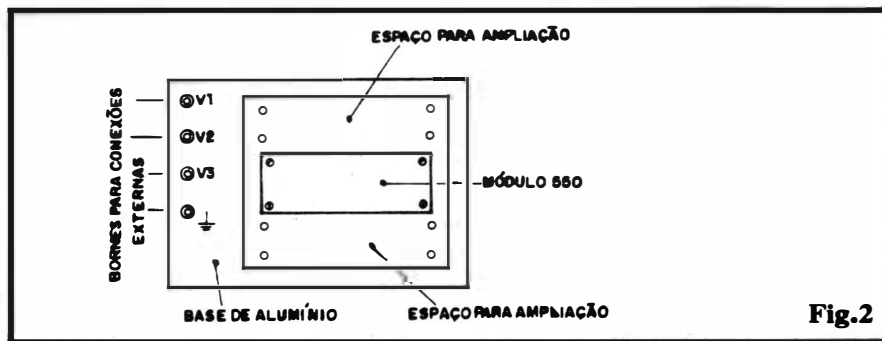

Fig.2
- FIG. 2 - OS BORNES DE CONEXÃO DO MÓDULO DE MATRIZ DE CONTATOS - Normalmente, os módulos de matriz de contatos, mesmo em seu tamanho (quantidade de **tie-points**...) **standard 550**, são apresentados sobre uma base de alumínio relativamente rígida, às vezes dotada de pés de borracha (para não deslizar sobre a bancada, durante o uso). Não é incomum que tais bases apresentem "folgas" ou "sobras de área", que são destinadas a eventuais e futuras ampliações (podem ser adquiridos mais módulos de 550 **tie-points** para fixação sobre a mesma base, ampliando bastante a área de trabalho e o número de contatos disponíveis...). Mesmo, contudo, que a base seja estreita (apenas dimensionada para um bloco de 550 t.p.), quase sempre será dotada de bornes junto a uma das suas laterais... Normalmente estarão "lá" de dois a quatro bornes, dimen-
Vale consultar - se for preciso - a fig. 2 do T&D anterior, para recordar as posições relativas dos conjuntos de contatos elétricos internos do Módulo, mas É PROIBIDO OLHAR A FIG. 5 DO PRESENTE TRUQUES & DICAS!